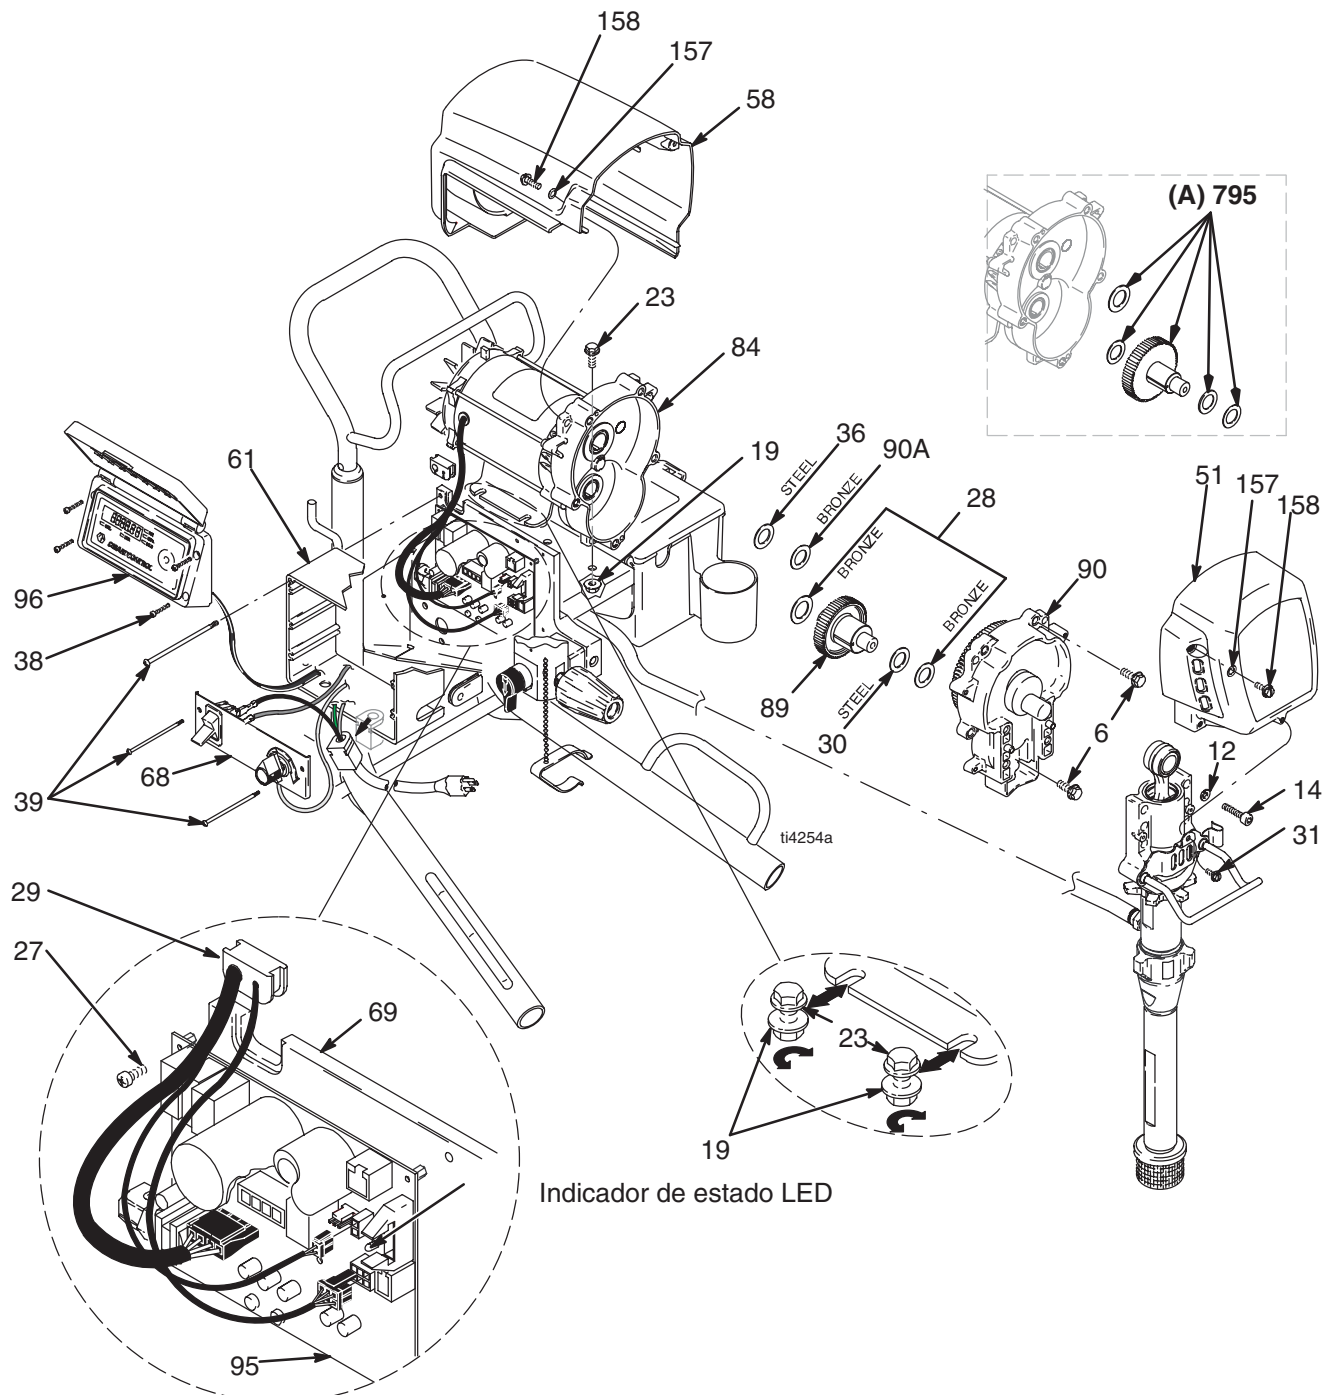

Fig. 7
Fig. 7. Asegúrese de que el engranaje (89) y las arandelas de empuje (28, 30, 90a, 36) estén colocadas. Utilice un cepillo para aplicar grasa a los dientes del engranaje.
- Retire el alojamiento del impulsor (89); **Sustitución del alojamiento del impulsor**, en la página 16.
- Fig. 7. Retire los cuatro tornillos (38) y la tapa del dispositivo de control (96).
- Retire los dos tornillos inferiores (39) y deje que el panel de control (68) cuelgue libremente.
- Desconecte los tres conectores del motor de la tarjeta de circuito de control del motor (95).
- Saque los dos tornillos superiores (39) y el alojamiento del dispositivo de control (61).
- Retire el dispositivo de alivio de tensión (29) de los cables del motor y de la placa de la barra (69).
- Retire los dos tornillos (23) y las tuercas (19) del lado opuesto al dispositivo de control.
- Afloje las dos tuercas (19) en el lado cercano al dispositivo de control y retire el motor (84) del bastidor del carro (62).